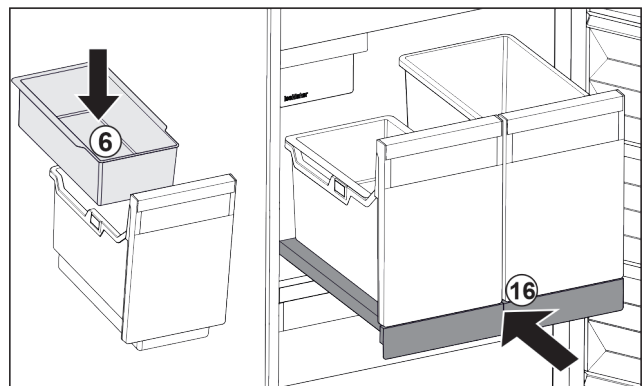

Fig. 36
- ▶ Вставити підвісний лоток *Fig. 36 (6)* для кубиків льоду.
- ▶ Вставити витяжну панель з резервуаром (IceTower). *Fig. 36 (16)*